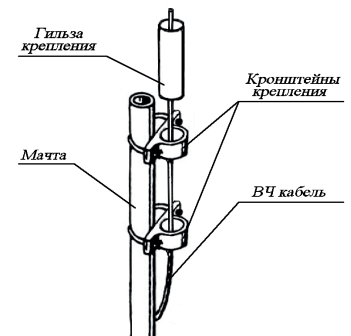

Рис. 6
2.4 Пропустите питающий ВЧ кабель через отверстия в кронштейнах крепления снизу-вверх и через гильзу крепления со стороны противоположной резьбе (рис. 6).